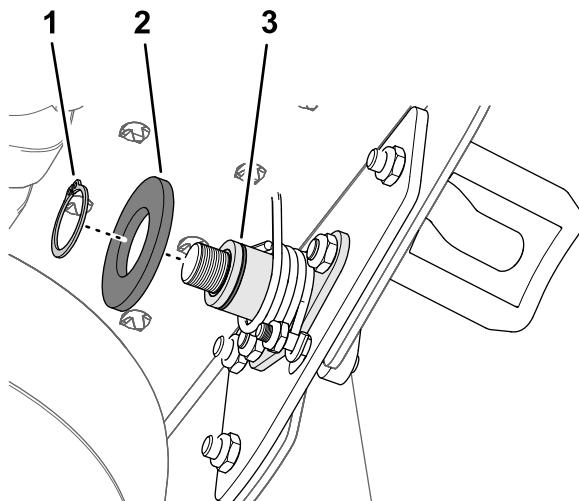

Figura 14
13. Sujete el muelle de torsión a la placa del casquillo con una arandela plana (1 1/8" x 2") y un anillo de retención (Figura 14).